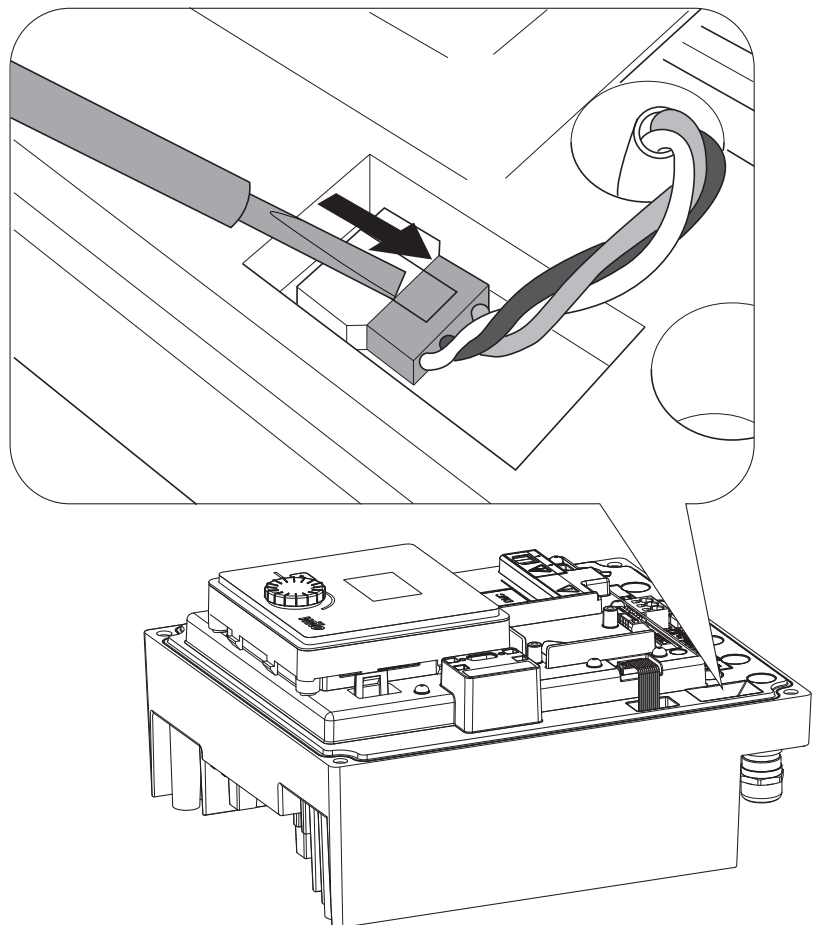

Fig. 46: Løsne tilkoblingskabelen til modulventilatoren
- Trekk av tilkoblingskabelen til modulventilatoren. (Fig. 46).